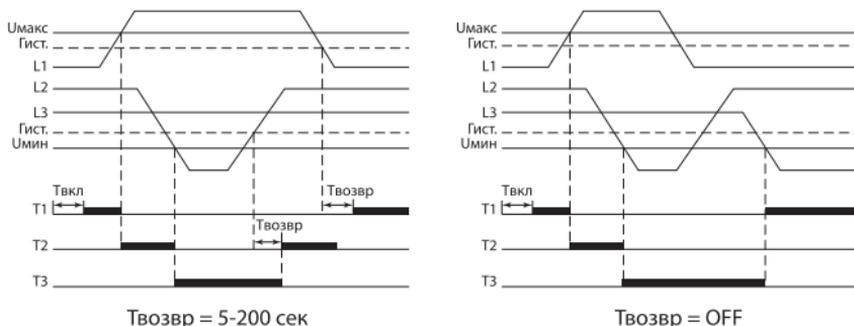

Рисунок 3. Схемы работы переключателей
- при подключенной функции приоритетной фазы (регулятор Твозвр в положении 5–200 сек) переключатель производит обратное переключение к предыдущей фазе через время Твозвр. (рисунок 3 – слева).
- при отключенной функции приоритетной фазы (регулятор Твозвр в положении OFF) переключатель остается на текущей фазе. Переключение к первой фазе L1 осуществляется только при выходе напряжения в текущей фазе за установленные значения (рисунок 3 – справа).